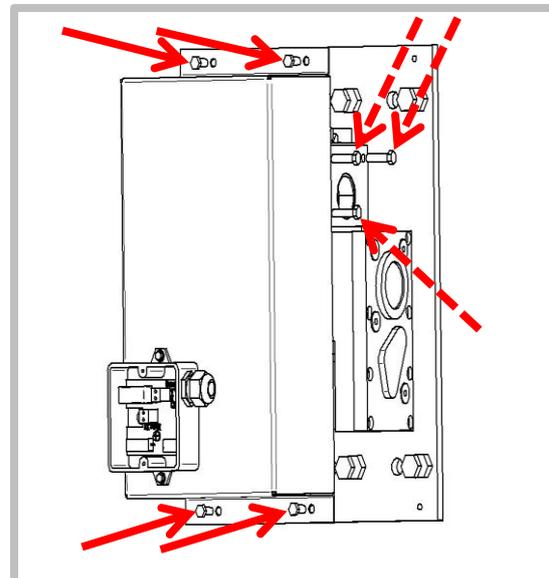

Abbildung 39
- Lösen der vier Sechskantschrauben an der Motorabdeckung (Abb. 39, Pfeil durchgehend)
- Lösen der drei Sechskantschrauben M6x25 (Abb. 39, Pfeil gestrichelt) und Entfernen des Gegenlagers von der Motorhalterung